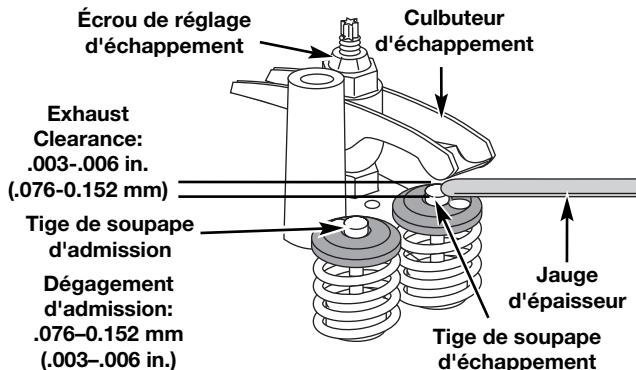

Fig. 35
L'écart de jeu recommandé pour l'admission est de 0,076 – 0,152 mm (0,003 – 0,006 po). L'écart de jeu recommandé pour l'échappement est de 0,330 – 0,406 mm (0,013 – 0,016 po). Servez-vous d'une jauge d'épaisseur d'automobile standard de 0,127 et 0,381mm (0,005 et 0,015 po). La jauge d'épaisseur devrait pouvoir glisser entre le culbuteur et la tige de soupape en rencontrant une faible résistance mais sans coller (Fig. 35).
- a. Tournez l'écrou de réglage à l'aide d'une clé de 8 mm (5/16 po) ou d'un tournevis à embout hexagonal (Fig. 35).